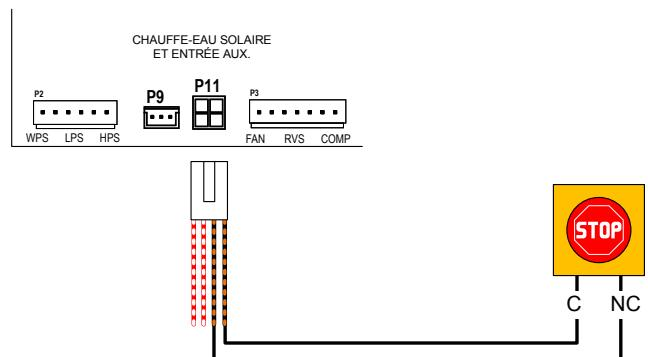

Figure 155. Câblage de l'entrée auxiliaire
2. A l'intérieur du boîtier de contrôle de l'appareil, connectez le câble à 2 fils à la borne « SOLAR » [P11] de la carte de contrôle à l'aide de l'adaptateur de faisceau « Solar Temperature Sensor/Auxiliary Safety Input » fourni avec l'appareil dans la pochette d'accessoires. Veillez à n'utiliser que le fil orange avec des bandes noires pour relier le dispositif de sécurité externe. Consultez la Figure 155 pour plus d'informations.